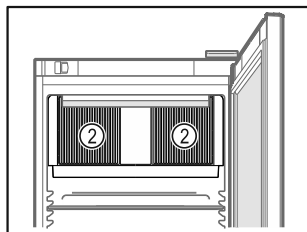

Fig. 31
- ☐ Poskrbite, da prezračevalna reža Fig. 31 (2) ventilatorja krožnega zraka v notranjosti ni zakrita.